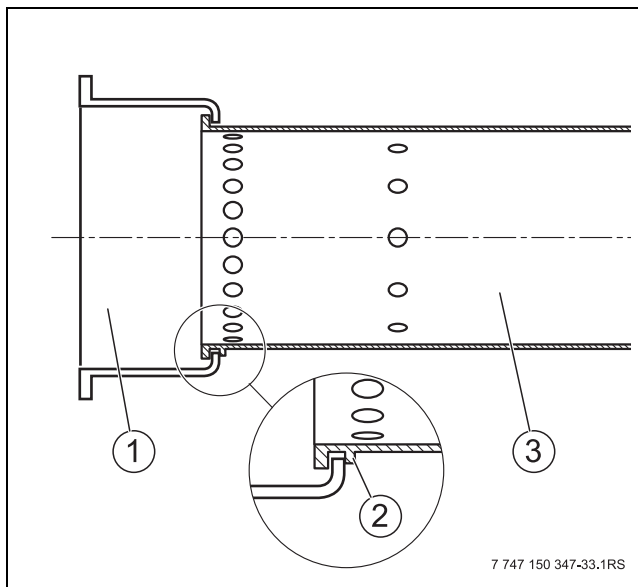

Bild 61 Brennerrohr einsetzen
- Brennerrohr wie in Bild 61 gezeigt einsetzen.